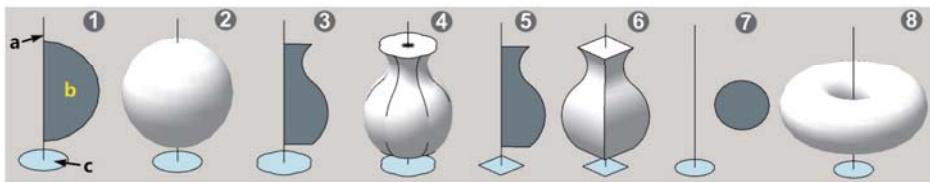

图 1.4.5 路径跟随（旋转成形）
SketchUp 中的路径跟随有多种用法，这里所说的“旋转成形”是其中之一；也有文章称其为 turning（车削）（这个称呼不太合理，如图 1.4.5 中的④和⑥就不能用“车削”工艺成形）。这是把一个 2D 图形沿着一个轴旋转产生 3D 几何体的方法。大多数 3D 建模工具都有这种功能。
SketchUp 的路径跟随（旋转成形）必须具备 3 个条件：如图 1.4.5 ① a 所指的旋转轴（中心线）、图 1.4.5 ① b 所在的旋转平面（俗称放样截面）、图 1.4.5 ① c 所指的旋转路径（俗称“放样路径”）。注意：SketchUp 默认以面的边线为路径）。图 1.4.5 ①③⑤⑦所示为准备旋转成形的条件，图 1.4.5 ②④⑥⑧所示为旋转成形的结果。